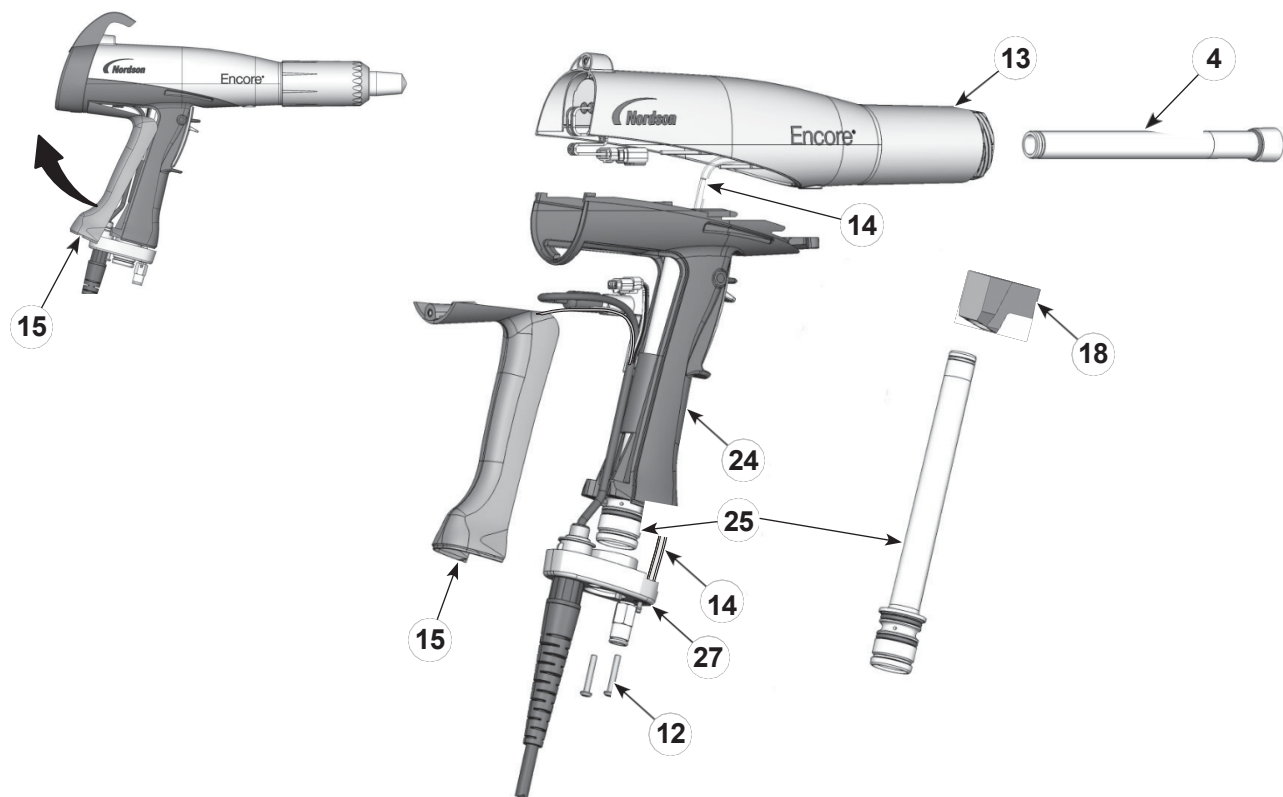

图 15 粉末 路径更换
1. 见图 15。从入口管 (25) 上卸下弯头 (18)。
2. 从手柄底座 (27) 上卸下两个 M3 x 20 螺丝 (12)。将底座拉离手柄，将接地垫 (15) 的底部向上摆动并远离手柄，然后将其卸下。让接地线连接到接地垫上。
3. 将入口管 (25) 向上推并推出底座，然后将底座移开并将进气管从手柄中拉出。
4. 将出口管 (4) 从枪体 (13) 前端推出。
1. 见图 15。将出口管 (4) 装入枪体 (13)，使管末端与喷枪末端平齐。
2. 将进气管 (25) 装入手柄 (24)，然后将管端手柄底座 (27)。
3. 将手柄底座推近手柄，然后钩住接地垫的上端 (15) 插入机身，然后将其旋转到手柄上。确保电缆线没有在重新组装过程中被挤压或卡住。